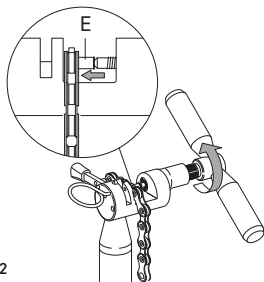

Fig.12
- Imprimendo una forza omogenea, avviate l'utensile (Fig. 12) finché la bussola **ULTRA-LINK 5-CN-SR700** (E) non sia completamente entrata nello spessore della catena.